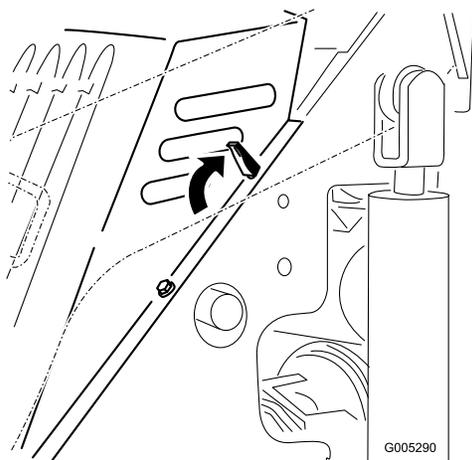

図 18
4. ロッキングタブ4個を外す 図 18。
1. フードについている柱を機体のフレームにある穴に差し込んで、フードを機体フレーム上にセットする 図 18。
2. 各ロックングタブを前方に倒してフードを固定する 図 18。